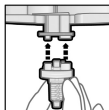

Fig. 2:
3. Coloque uma das pontas misturadoras Dynamix sobre os orifícios de saída do cartucho (Fig. 2).